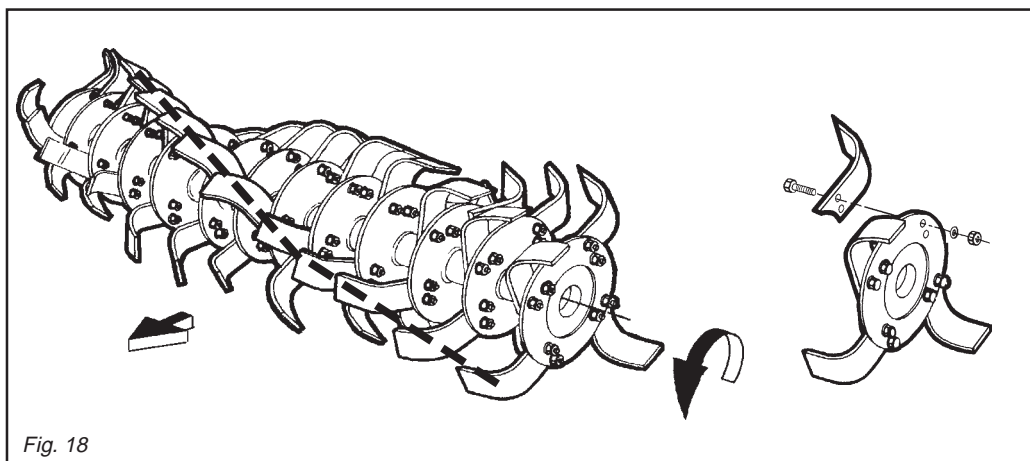

Fig. 18
Le zappette con cui viene equipaggiata la zappatrice sono adatte per la lavorazione su terreni di normale conformazione. Controllare giornalmente la loro usura o integrità. Qualora durante il lavoro dovesse per cause accidentali piegarsi (o rompersi) è necessario sostituirle immediatamente avendo l'accortezza di rimontare la nuova zappetta nella identica posizione di quella da sostituire (Fig. 18). Se fosse necessario sostituire più zappette, è consigliabile effettuare le operazioni di smontaggio e montaggio, sempre una zappetta alla volta, per evitare così errori di posizione.
**I bulloni che fissano le zappette devono avere la testa dalla parte delle zappette e il dado con relativa rondella dalla parte della flangia (Fig. 18).**
Se si devono sostituire le zappette, fare attenzione che le nuove assumano la posizione di quelle smontate (Fig. 18).
Remember to mount the new hoe blade in exactly the same position as the old one (Fig. 18). If several hoe blades must be replaced, it is advisable to remove and assemble one hoe blade at a time in order to prevent positioning errors.
**The heads of the bolts fixing the hoe blades in place must be on the side of the hoe blades themselves, while the nut with relative washer must be on the flange side (Fig. 18).**
If the hoe blades must be changed, remember to set the new blades in the same positions as the demounted ones (Fig. 18).
Die Hackmesser, mit der die Hackfräse ausgerüstet wird, eignen sich zur Bearbeitung von Boden mit normaler Beschaffenheit. Sie sind täglich auf ihre Unversehrtheit und ihren Verschleiß-zustand zu prüfen. Sollten sie bei der Arbeit verbiegen oder zu Bruch gehen, müssen sie sofort ersetzt werden. Dabei ist zu beachten, daß man das neue Hackmesser an der gleichen Stelle montiert, an der sich das beschädigte befand (Abb. 18). Sollten gleich mehrere Hackmesser zu ersetzen sein, sollte man jeweils ein Hackmesser ein- und ausbauen, um eine falsche Einbau-position zu vermeiden.
**Die Schrauben, mit denen man die Hackmesser befestigt, müssen den Kopf auf der Seite des Hackmessers und die Mutter mit der Unterlegscheibe auf der Flanschseite haben (Abb. 18) Die Werte des Abzugsmoments beachten, das in der Tabelle auf Seite 28 angegeben ist.**
Wenn man die Hackmesser ersetzen muß, darauf achten, daß die neuen in der Position der ersetzen am Hackstern angebracht werden (Abb. 18).
Les couteaux montés sur la houe sont indiqués pour travailler les sols ordinaires. Contrôlez tous les jours leur usure et intégrité. Lorsqu'ils se plient (ou se cassent) pendant le travail il faut les remplacer aussitôt. Le nouveau couteau devra être monté exactement dans la position de celui à remplacer (Fig. 18). S'il faut remplacer plusieurs couteaux, démontez et montez toujours un couteau à la fois, pour éviter des erreurs de position.
**Les boulons de fixation des couteaux doivent avoir la tête côté couteau et l'écrou avec la rondelle côté flasque (Fig. 18).**
**Respecter les valeurs des couples de serrage, voir tableau à la page 28. En cas de remplacement des couteaux, veillez surtout à ce que les nouveaux couteaux occupent les positions de ceux démontés (Fig. 18).**
Las azadillas que presenta la máquina son idóneas para trabajar sobre terrenos de normal conformación. Controlar todos los días su buen estado y eventual desgaste. Si durante el trabajo por eventuales accidentes se doblan o rompen es necesario sustituirlas inmediatamente prestando atención de montar la nueva azadilla en la idéntica posición de la precedente (Fig. 18). Si es necesario sustituir varias azadillas aconsejamos efectuar las operaciones de desmontaje y montaje siempre una azadilla a la vez, para evitar errores de posición. Las binadoras presentan de serie 4 azadillas por brida. Es posible sin embargo cuando el terreno es seco, montar 6 azadillas por brida. **Los bulones que fijan las azadillas deben tener la cabeza de la parte de las azadillas y la tuerca con la relativa arandela de la parte de la brida (Fig. 18).**
**Respetar los valores de los pares de torsión según lo indicado en las tablas de pag. 28.** Cuando sustituimos azadillas respetar la posición de las azadillas desmontadas (Fig. 18).